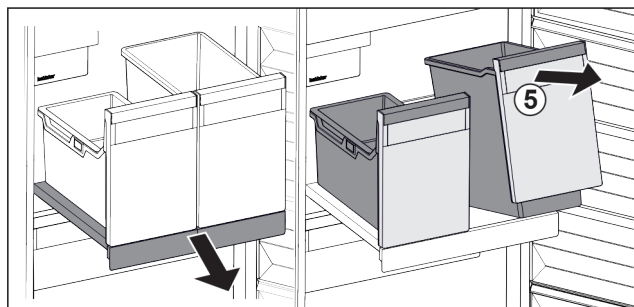

Fig. 138
- ▶ Emelje meg a tároló Fig. 138 (5) elejét.